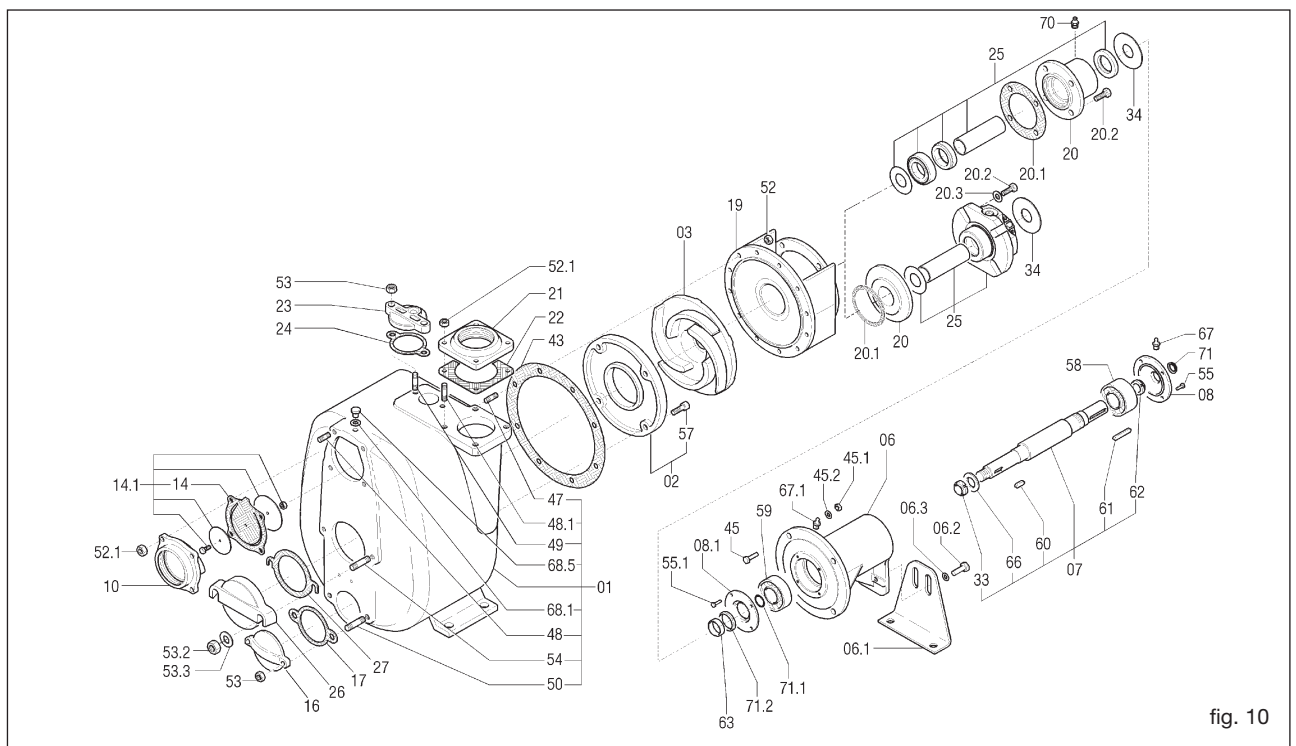

fig. 10
Le tuyau d'aspiration doit avoir un diamètre égal à celui de l'orifice d'aspiration de la pompe (consulter Varisco pour des diamètres supérieurs). Éviter, si possible, les coudes ou les étranglements pouvant limiter l'arrivée de liquide à la pompe. Ne pas monter la soupape de pied car la pompe est équipée d'un clapet anti-retour incorporé (14) (fig. 10).
13.2 Remplacement de la turbine (fig. 10)
- Dévisser les écrous (52) et enlever le corps de la pompe en veillant à ne pas abîmer le joint (43).
- Bloquer la turbine (03) et dévisser l'écrou à blocage automatique (33).
- Remplacer éventuellement le joint (43)
13.3 Remplacement de la plaque d'usure (fig. 10)
- Dévisser les vis à tête hexagonale encastrée (57).
- Enlever et remplacer la plaque d'usure (02).
- Remplacer éventuellement le joint (43).
13.4 Remplacement de la soupape (fig. 10)
- Retirer le porte-soupape (10).
- Nettoyer le logement de la soupape du porte-soupape (10) et le remonter.
13.5 Remplacement de la garniture de type 1 - 2 - 3 (fig. 10,11 et 12)
- Huiler la garniture (40), l'entretoise (31) et enfiler la garniture sur un côté de l'entretoise.
- Enfiler l'anneau qui soutient la garniture (25.1). Pousser ce dernier en avant jusqu'à ce qu'il soit possible de remonter la languette (60).
- Remonter la turbine (03), la rondelle (66) et visser l'écrou (33).
- Remonter le joint du corps (43) en mettant de la graisse des deux côtés.
13.6 Remplacement de la garniture de type 4 - 5 (référence fig. 10, 13, 14, 15 et 16)
- Dévisser les écrous (52) (fig. 10) et enlever le corps de la pompe en veillant à ne pas abîmer le joint (43).
- Bloquer la turbine (03) et enlever l'écrou à blocage automatique (33).
- Il faut par cela que les cotes A et B des fig. 17, 18, 20 et 21 soient le plus possible égales. Il est donc nécessaire d'utiliser les anneaux de compensation (25.2) (fig. 11) fournis avec la garniture de rechange. Ces anneaux servent à déplacer la turbine vers l'avant au cas où elle soit trop loin de la plaque d'usure frontale ou trop près de celle arrière (quand elle est prévue). Les anneaux de compensation doivent être montés entre l'anneau qui soutient la garniture (25.1) (fig. 11) et la turbine. D'autres ajustements peuvent être faits avec les joints du corps et la plaque d'usure arrière. Le joint (43) (fig. 10) qui a une épaisseur de 0,5 mm permet d'obtenir la distance voulue (fig. 19).
13.8 Entretien des roulements (fig. 10)